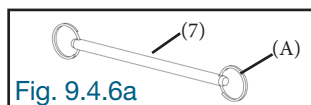
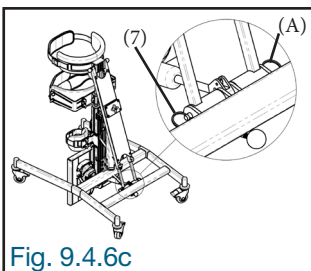
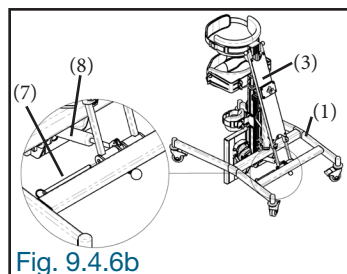

Fig. 9.4.6a
Fig. 9.4.6b
Fig. 9.4.6c
9.4.6 Retirer l'anneau de sécurité (A) sur une extrémité de la goupille à double verrou (7) (Fig. 9.4.6a). Insérer la goupille à double verrou (7) afin de fixer le stabilisateur (3) et le vérin (8) ensemble à la base (1) (Fig. 9.4.6b). Réinsérer l'anneau de sécurité (A) retiré précédemment, à l'extrémité de la goupille à double verrou (7) (Fig. 9.4.6c).